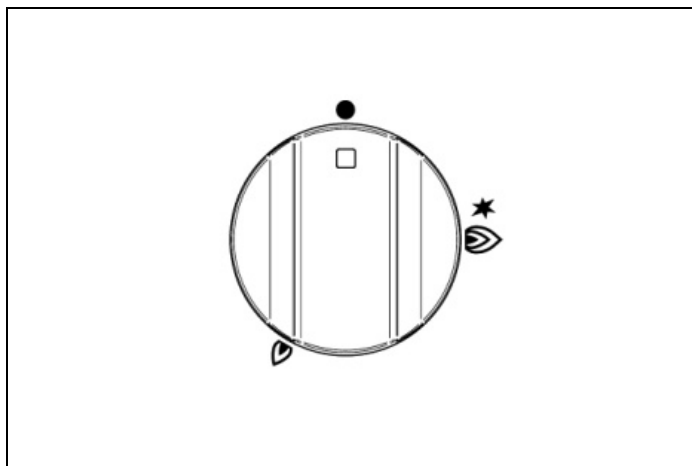
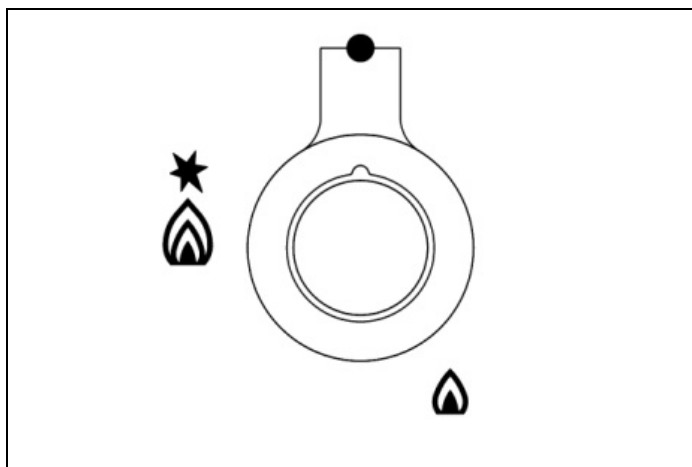

Fig. 16
Fig. 17
- For at tænde brænderen trykkes kontrolknappen (Fig. 16 og Fig. 17) ned og drejes mod uret til positionen MAKSIMUM (stor flamme).